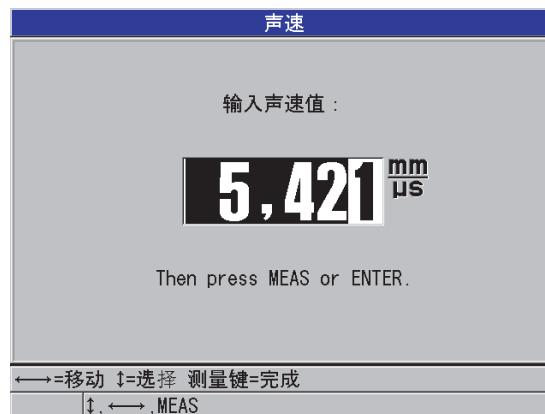

图 5-7 输入一个已知材料声速
2. 在**声速**屏幕中（参见第 67 页的图 5-7），使用箭头键将声速编辑为已知声速值。